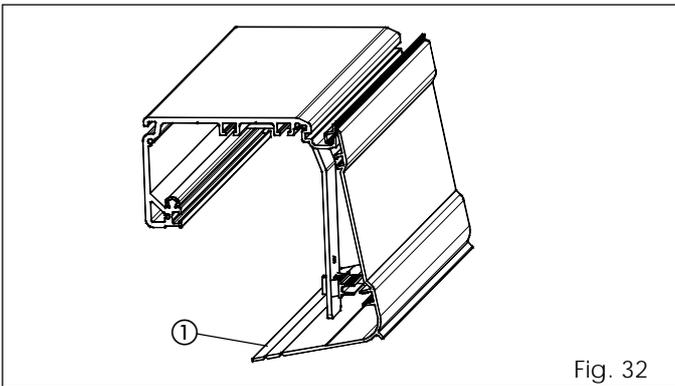

Fig. 32
- Il bloccaggio del carter avviene in corrispondenza delle staffe tramite gli appositi agganci (fig. 32).
- Rompere il profilo carter inferiore in eccedenza utilizzando un paio di pinze (fig. 32 rif. ①).